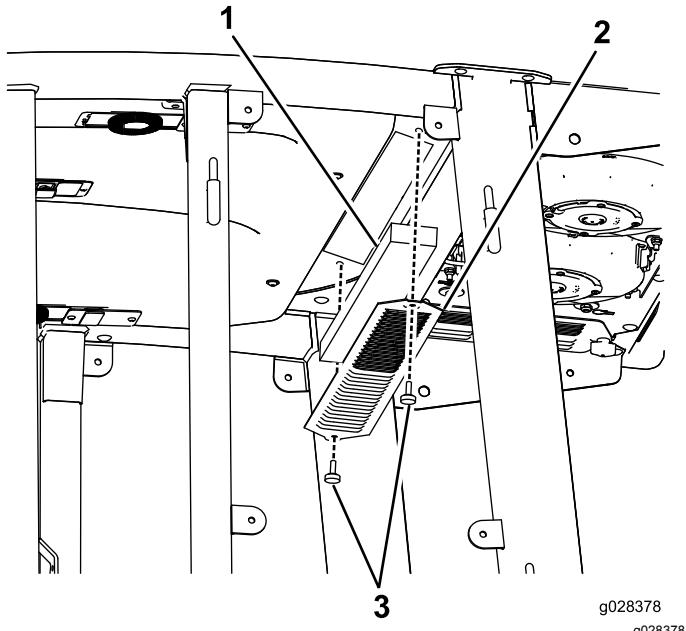
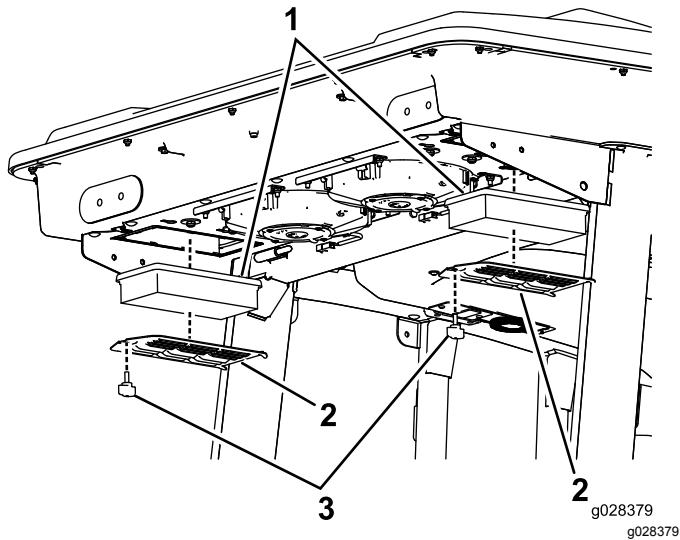
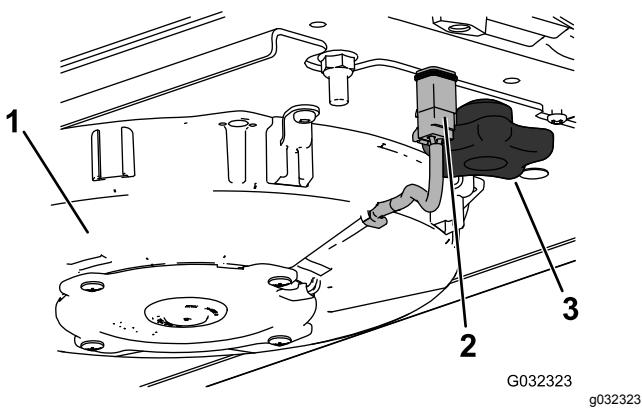
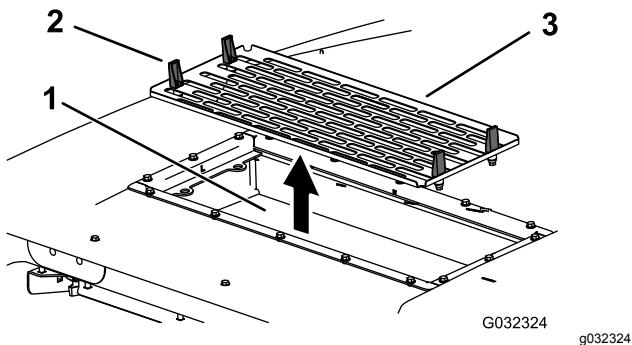

Figura 135
Figura 136
Figura 138
Figura 139
- Rimuovete le viti e le griglie sia dal filtro dell'aria interno alla cabina, sia da quello sulla parte posteriore della cabina (Figura 135 e Figura 136).
2. Scollegate il filo per ciascuna ventola (Figura 138).
4. Aprite i 4 fermi sul gruppo dell'aria condizionata e rimuovete la griglia (Figura 139).
5. Togliete i filtri dell'aria (Figura 136).
7. Installate i filtri dell'aria, la griglia e il gruppo ventola (Figura 136, Figura 138 e Figura 139).
8. Collegate il filo per ciascuna ventola (Figura 138).